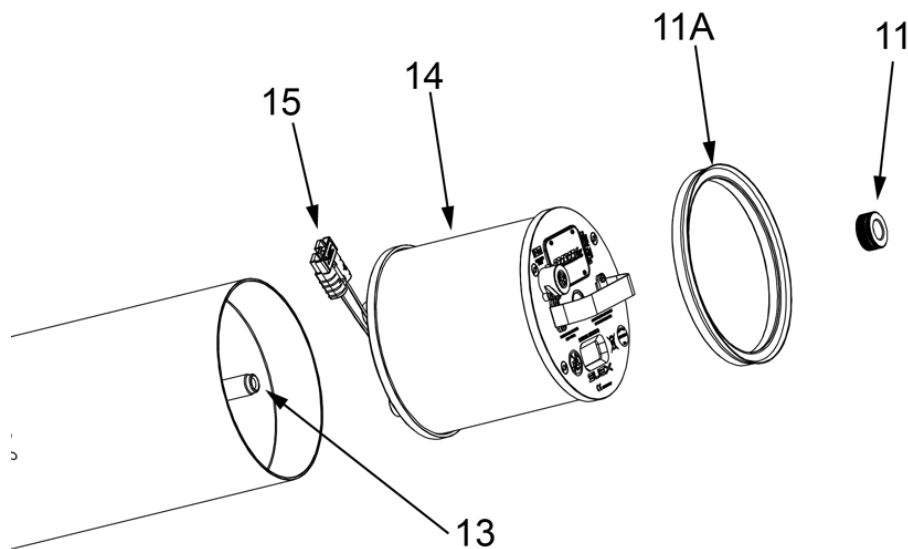

Fig 29 - Estrazione della batteria
Tolto il musone svitare la ghiera (11), estrarre l'anello drop drap (11A) e rimuovere la batteria (14) tirandola verso l'alto sfilandola dall'asta (13 - Fig 29 - a pag. 26). Alla completa estrazione della batteria, scollegare il connettore rosso (15).